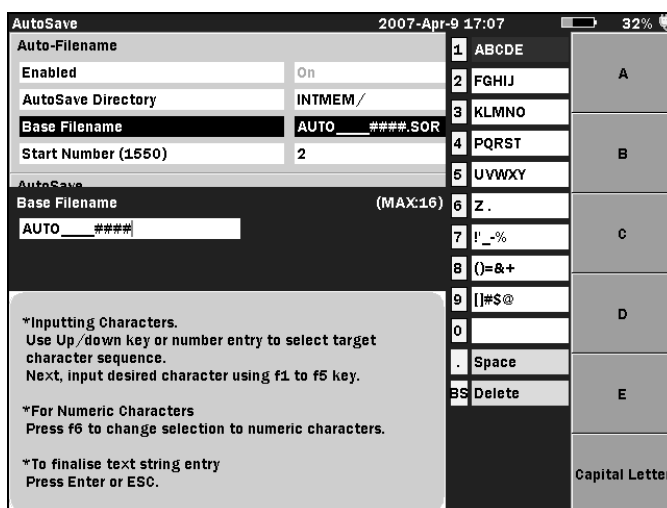

Figura 4-6: Pantalla Nombre archivo inicial
1. Utilice las teclas de flecha Arriba y Abajo (o la rueda) para resaltar Nombre archivo inicial y pulse la tecla Enter. Aparece la pantalla Nombre archivo inicial (consulte la Figura 4-6).